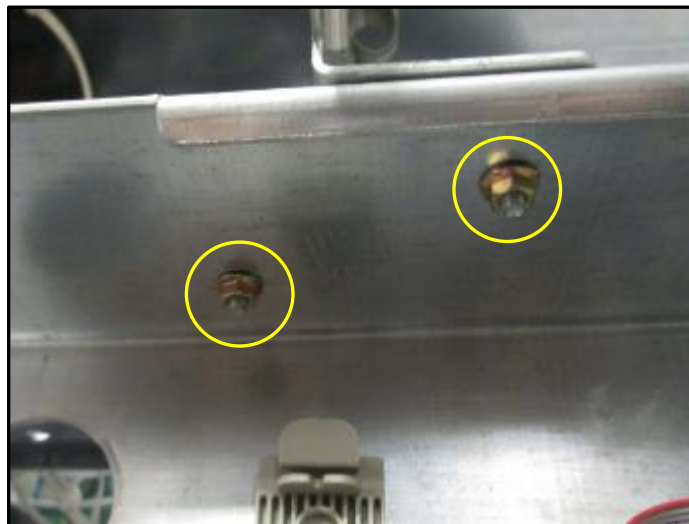

Fig 1.20 – Emplacement des écrous du support de commande CRIND
- 25.** Retirez et jetez les trois écrous 9/32 » qui fixent le support de commande CRIND au rail électronique supérieur dans la cavité électronique. (Fig. 1.20)